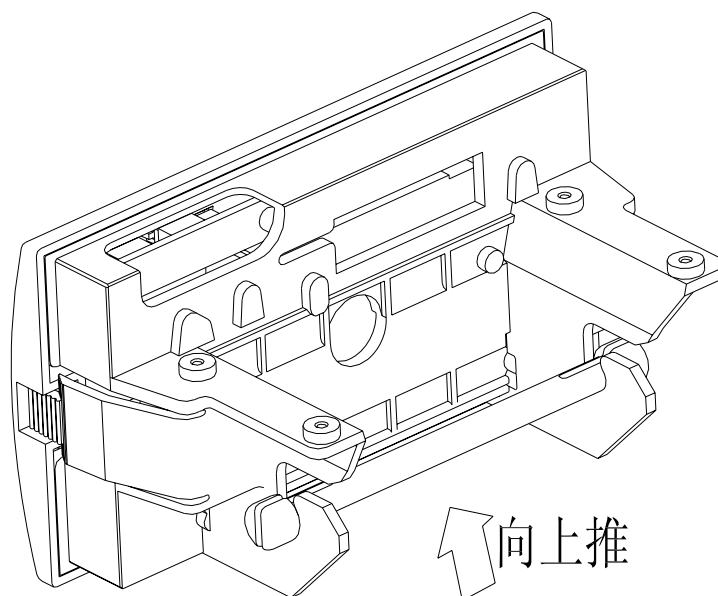

图 2-8
(3) 从打印机上取下纸卷轴（见图 2-8），如果打印机上已有纸卷，可跳过这步，到第五步。